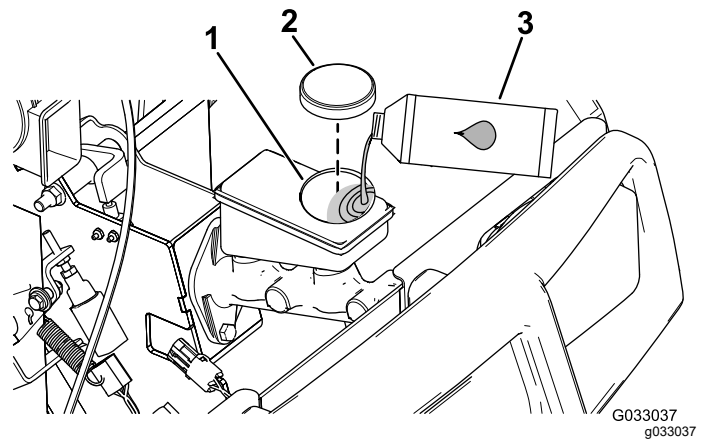

Figure 16
2. Soulevez le capot pour accéder au maître-cylindre de frein et au réservoir (Figure 16).
- A. Nettoyez la surface autour du bouchon du réservoir et enlevez le bouchon (Figure 16).
- C. Remettez le bouchon du réservoir (Figure 16).